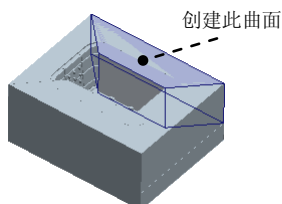

图 16.20 创建拉伸曲面 3
Step6. 参考 Step4 创建图 16.20 所示的拉伸曲面 3。